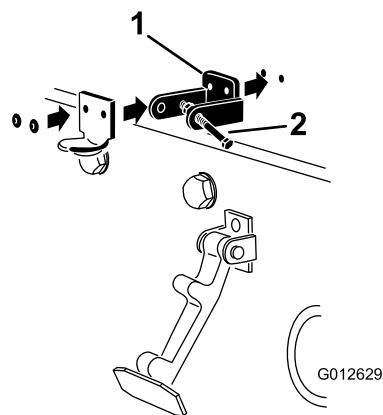

Figura 4
4. Ao alinhar os furos de montagem, posicione o suporte do trinco CE e o suporte do trinco do capot no capot (Figura 4).
6. Aplique rebites nos suportes e nas anilhas ao capot (Figura 4).